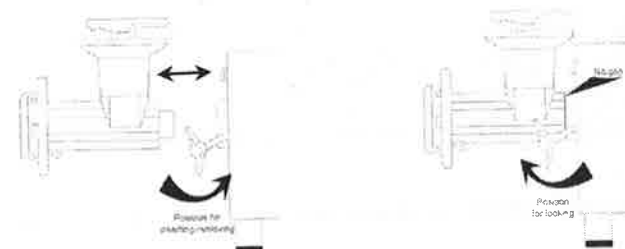

FIG.4 POSITION DE POIGNÉE
2. En utilisant une brosse à poils doux (non fournie Voir Fig. 4), nettoyer avec un détergent adéquat chaque composant, spécialement à l'intérieur de la poupée (10) pour éliminer les déchets et les débris d'aliments.
5. Il est important, après l'exécution de cette procédure, de lubrifier la lame (15) et la plaque (16) avec une l'huile minérale fourni. Assemblez à nouveau.